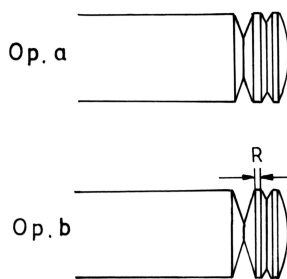

Abb. 4: Runden und nachstechen (fliegend)
3. Drehen in 2. Spannung (Abbildung 4 und 5) Diese Spannung erfolgt fliegend (ohne Spitze), wobei höchstens sechs Stück pro Spannposition bearbeitet werden sollten. Das Werkstück wird also hier in zwei Teilstücken bearbeitet.